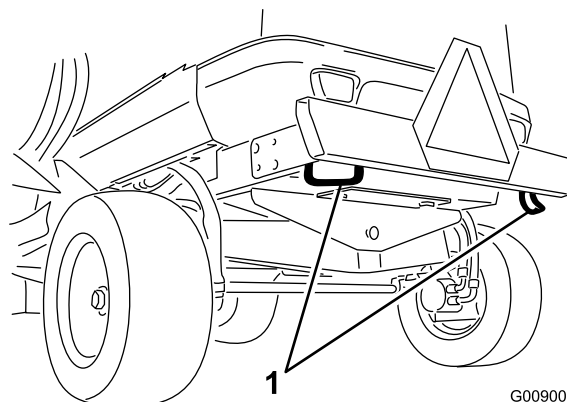

Bild 41
1. Vergurtungsstelle vorne (2)
- Hintere Stoßstange (2 Stellen) (Bild 41).